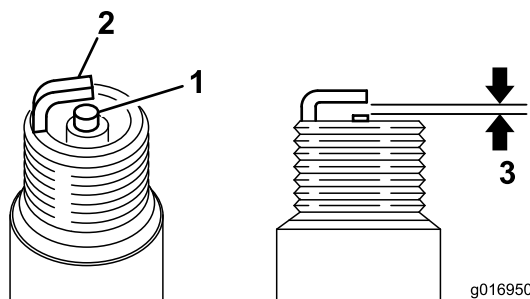

Figura 39
3. Ajuste el espacio entre electrodos a 0,6–0,7 mm, según se muestra en Figura 39. Tras ajustar correctamente los electrodos, instale la bujía y apriétela firmemente a 23 N·m.